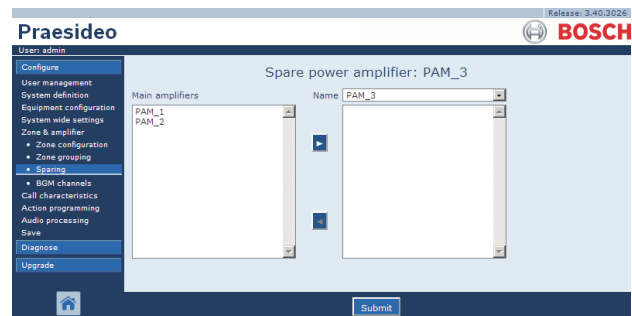

abbildung 46.12: Reservegeräte, Schritt 2
- 2 Wählen Sie einen Reserveverstärker, dem ein Hauptverstärker des Dropdown-Listenfeldes *Power Amplifier* zugewiesen werden soll. Beispiel: *PAM_04* (siehe abbildung 46.12).